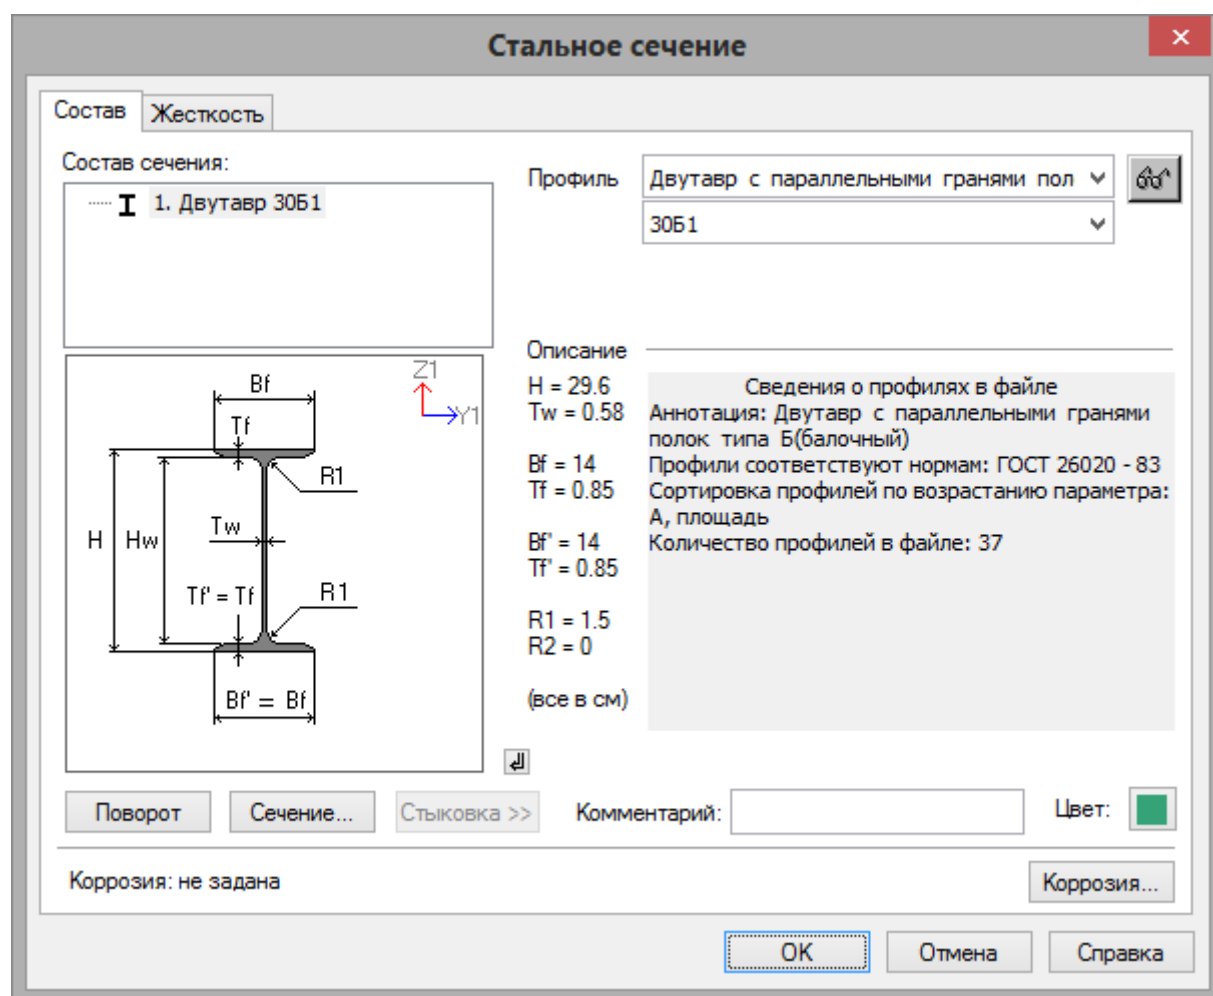

Рис.4.10. Диалоговое окно **Стальное сечение**
- В диалоговом окне **Стальное сечение** (рис.4.10) задайте параметры сечения **Двутавр** (для балок):